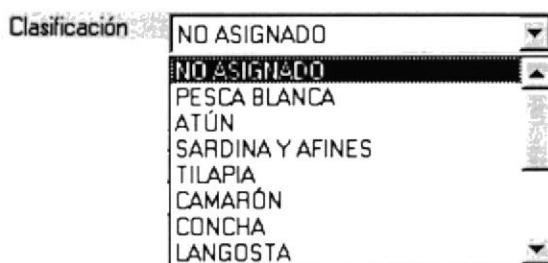

Figura 9.31 Opción tipo de Pesca
8. Escoja la clasificación de la especie haciendo click en la flecha (ver figura 9.31)